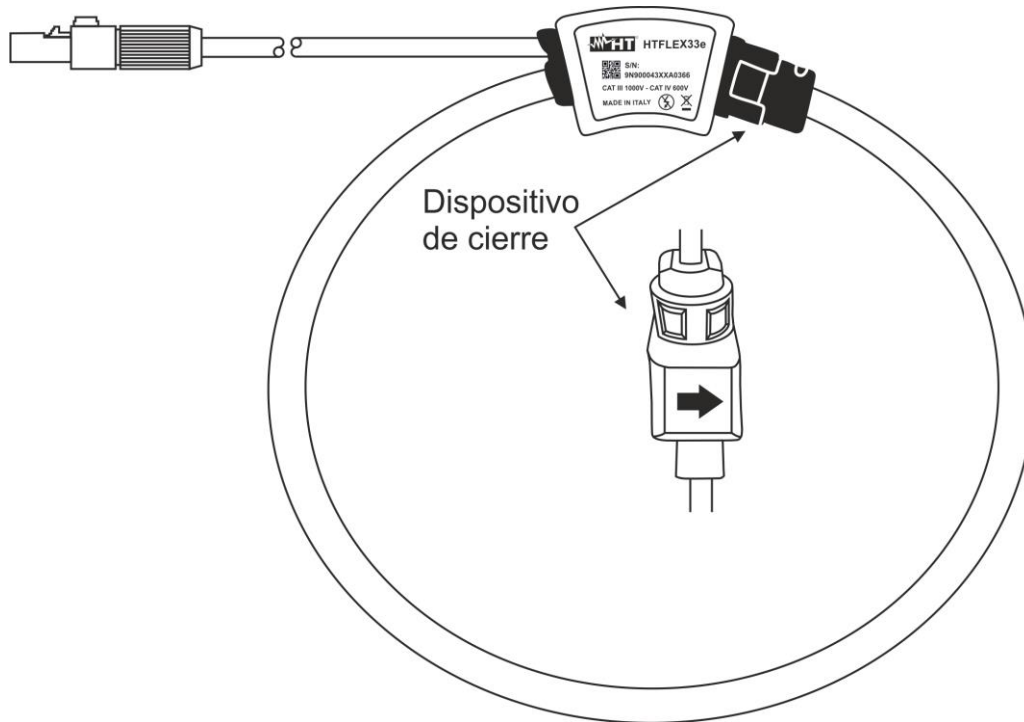

Fig. 2: Descripción de transductor HTFLEX33e
La pinza HTFLEX33e, ligera y flexible, es un transductor de corriente que puede ser envuelta alrededor de la mayor parte de los conductores. El transductor tiene una curvatura predefinida que permite maniobrar con facilidad alrededor de los conductores (ver Fig. 2). La versatilidad aplicativa y el grado de aislamiento diferencian el transductor HTFLEX33e de los otros métodos de medida de corriente. El transductor de medida está construido utilizando materiales no ferrosos, minimizando en tal modo cualquiera influencia para acoplamiento magnético sobre el circuito bajo prueba.
La pinza de corriente a diferencia de la mayor parte de los actuales TA, ha sido proyectados para permitirle al operador de posicionarla alrededor del conductor sin interrumpirlo. Aunque la salida del Transductor HTFLEX33e sea CA, en algunos casos puede ser necesario orientar el transductor de modo tal que a los terminales de salida la polaridad sea definida (Ejemplo: medidas de potencia). Éste puede ser hecho instalando el transductor alrededor del conductor prestando atención a la flecha impresa sobre el dispositivo de cierre (ver Fig. 2) dirijase en la dirección dónde, circula la corriente, o bien del generador a la carga. Cuando se realicen medidas sobre instalaciones trifásicas, es además necesario respetar la correspondencia entre la sonda voltiamperimétrica del instrumento de medida conectado y el transductor de pinza relativos a la misma fase.
1. Envolver la bobina alrededor del conductor, uniendo los dos extremos de la pinza, respetando la flecha en la parte trasera del dispositivo de cierre (ver Fig. 2) que indica, por convención, la dirección de la corriente desde el generador a la carga